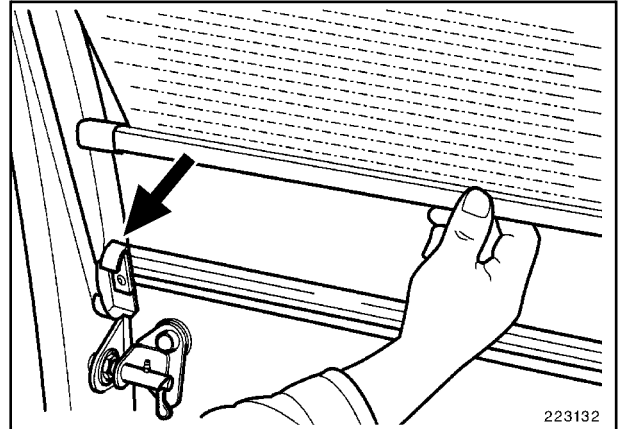
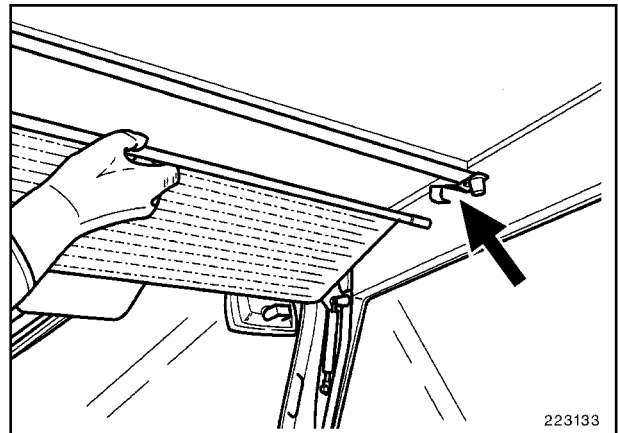

Fig. 15
Fig. 16
La persiana puede ponerse por delante del cristal frontal (Fig. 15) o por delante de la ventanilla en el techo (Fig. 16).
- Tomar la regleta de la parte inferior, desenrollar la persiana contra la fuerza del resorte y ponerla en los soportes (flechas, Figs. 15 y 16).